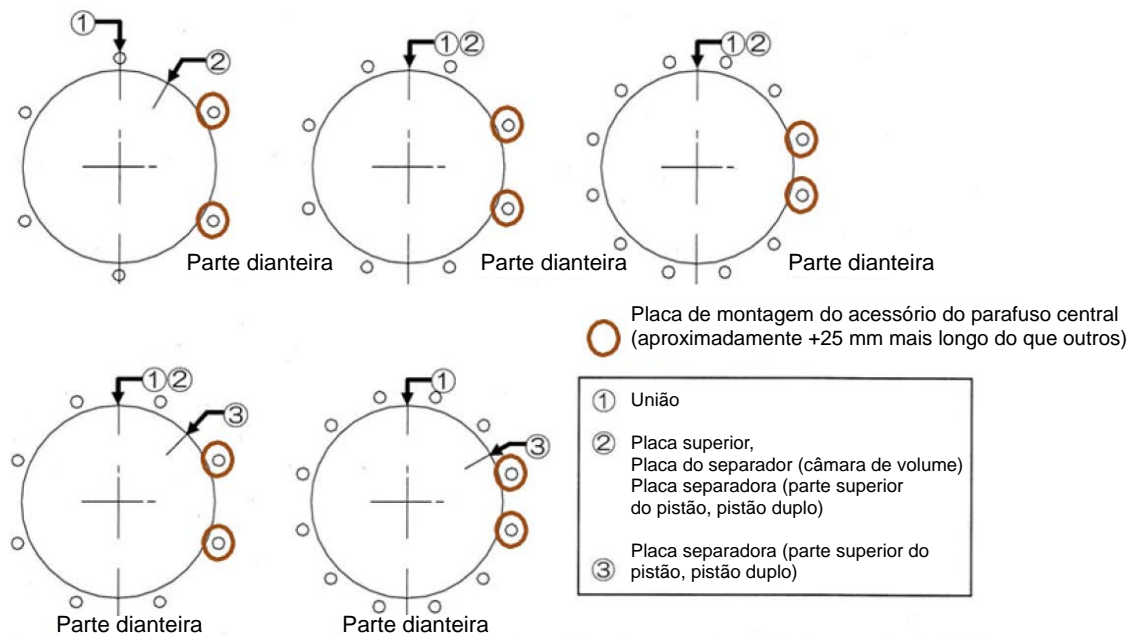

Figura 17 - Posicionamento do parafuso centralizador
**Tome cuidado para não danificar a superfície interna da bucha guia (8) com a porca de compressão (12) durante a montagem.**
10. Substitua o raspador da haste (34) por uma peça nova. Revista o raspador da haste com graxa de silicone (ou equivalente).
11. Substitua a unidade da mola, tubo da mola (7), placa do separador (13), subconjunto do pistão (15).
12. Substitua o anel de vedação (21) na placa superior (17) e o anel o (21) e o anel guia (16) na placa do pistão S/A (15) por peças novas. Revista os anéis de vedação e o anel guia com graxa de silicone (ou equivalente).
13. Substitua o tubo do cilindro (14), e a placa superior (17) apenas com movimento axial. Revista a superfície interna do Tubo do Cilindro com graxa de silicone.
14. Certifique-se de que as posições das conexões de ar estão corretas. Insira os parafusos centralizadores nos orifícios da placa superior e da união. Monte as arruelas e porcas da mola e aperte um pouco manualmente. Monte manualmente as arruelas e porcas da mola na parte inferior da união. Certifique-se de que a posição dos parafusos centralizadores (aproximadamente +25 mm mais longo que os outros) para a placa de montagem do acessório, se equipado, obedece a Figura 17.